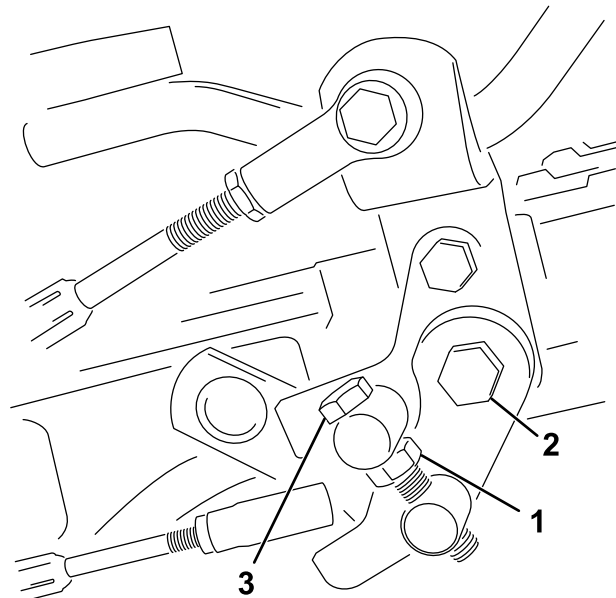

図 51
1. トラニオン・ボルトのジャムナットをゆるめる（図 51）。
4. トラニオン・ボルトのジャムナット、およびペダル・ピボットのナットを締め付けて調整を固定する（図 51）。調整を確認し、必要に応じて再調整する。